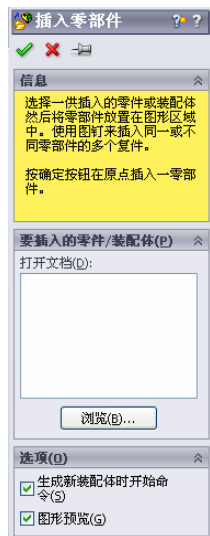
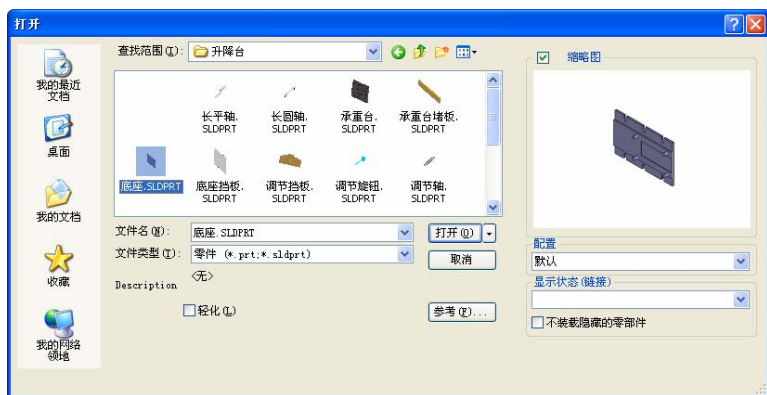

图 12-46 “插入零部件”对话框
图 12-47 “打开”对话框
② 插入底座。选择菜单栏中的“插入”→“零部件”→“现有零件/装配体”命令, 此时系统弹出如图 12-46 所示的“插入零部件”对话框。单击“浏览”按钮, 此时系统弹出如图 12-47 所示的“打开”对话框, 在其中选择需要的零部件, 即底座。单击“打开”按钮, 此时所选的零部件显示在如图 12-47 所示中的“打开文档”一栏中。单击对话框中的“确定”图标, 此时所选的零部件出现在视图中。